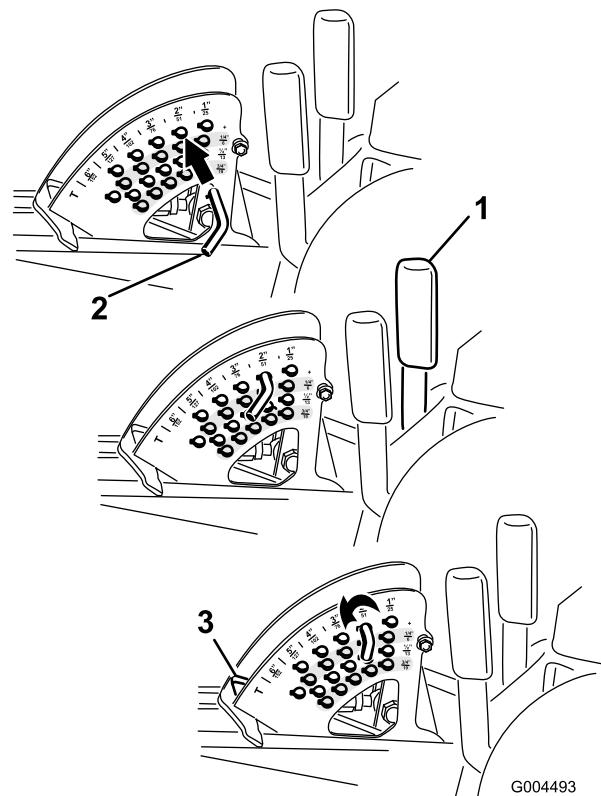

図 21
注 デッキを上昇位置にロックするには、上昇位置からさらに 15 cm 上昇させ、刈高ストップ・ピンを抜いて（刈高の調整の項を参照）、刈高 15 cm (6インチ) の穴に通します（図 21）。
1. エンジンが回転している状態で、デッキ昇降レバーを手前に引き、デッキが完全に上昇したら直ちにレバーから手を離す（図 21）。
2. ストップ・ピンについているロール・ピンを回してピンと刈り高設定穴のスロットとが整列したところでピンを抜き取る（図 21）。
3. 刈り高ブラケットについている穴から、希望する刈り高に対応する穴を見つけ、その穴にピンを通し、ピンを回してロックする（図 21）。
注 刈り高設定穴は、扇形の外周に一番近い段から全部で4段（列）あります（図 21）。外周側の列は、外周部に刻印されている通りの刈り高の穴です。2列目の穴は、1列目の刈りよりも 6 mm 高い刈り高となります。3列目の穴は、1列目の刈りよりも 12 mm 高い刈り高となります。4列目の穴は、1列目の刈りよりも 18 mm 高い刈り高となります。刈り高 158 mm だけは例外で、2列目のはずれにあります。この穴にセットすると刈り高 158 mm となります（6 mm アップにはなりません）。